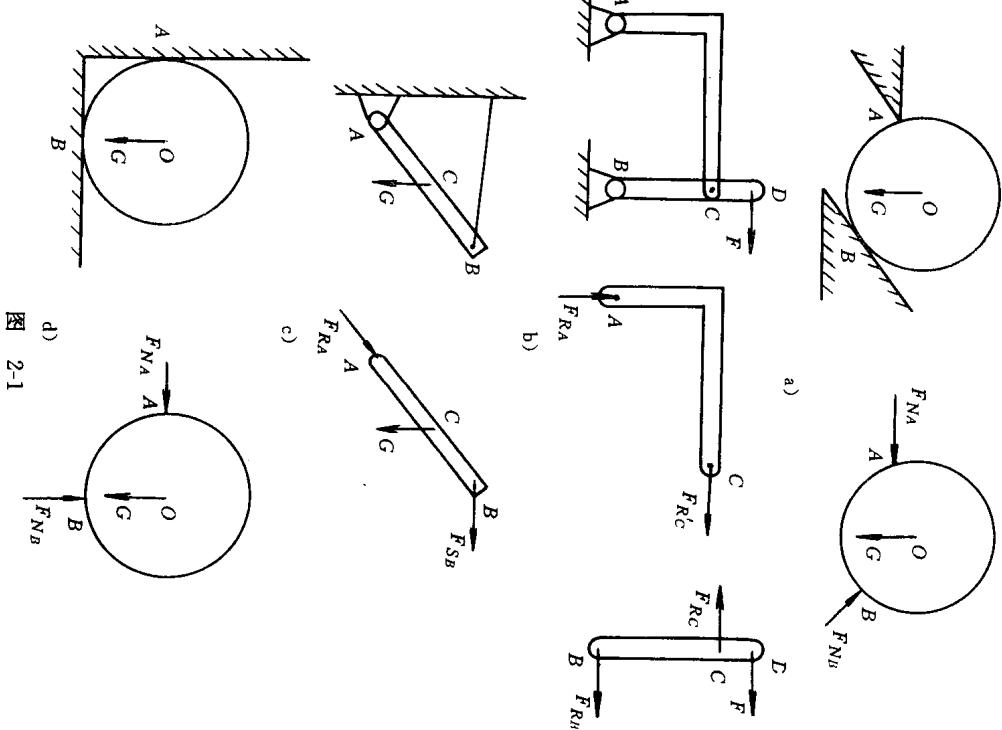

图 2-1
1. 图 2-1 中所示各物体的受力图是否正确。a () ; b (); c (); d ()